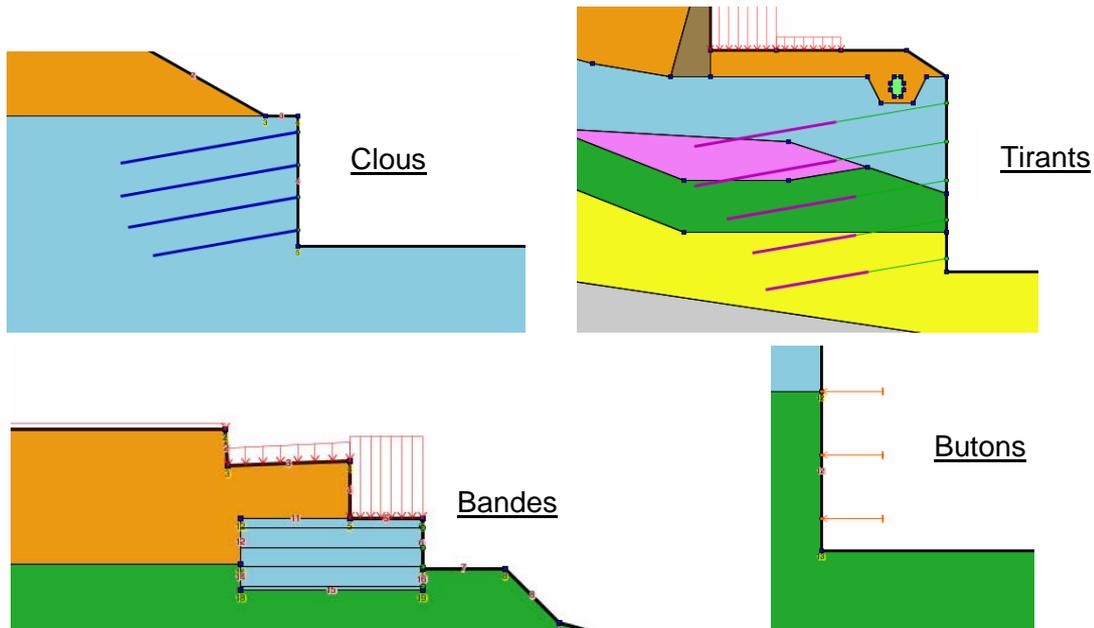

Figure 42 : exemples de représentation graphique de renforcements
- *Inclinaison/horizontale* (°) : elle est nulle par défaut. Elle est positive dans le cas illustré sur la Figure 42 (sens trigonométrique) ;